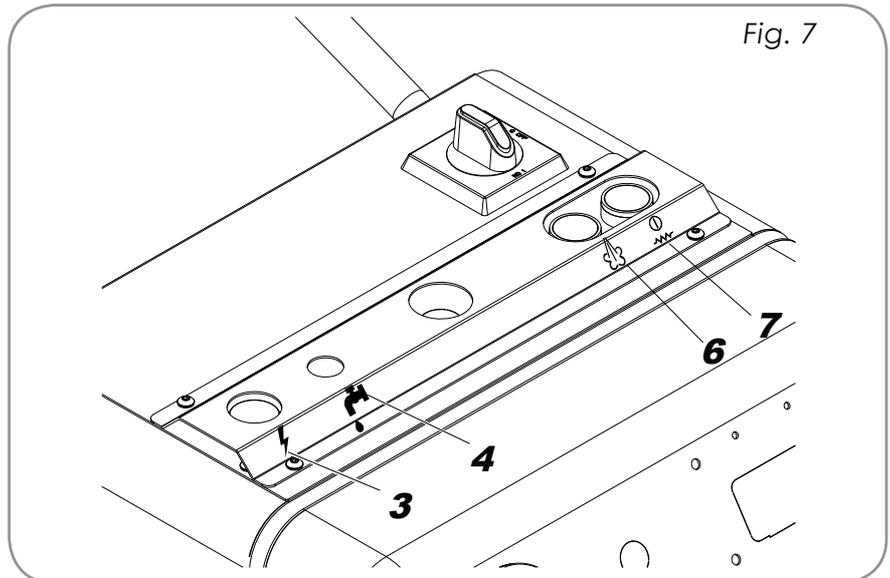
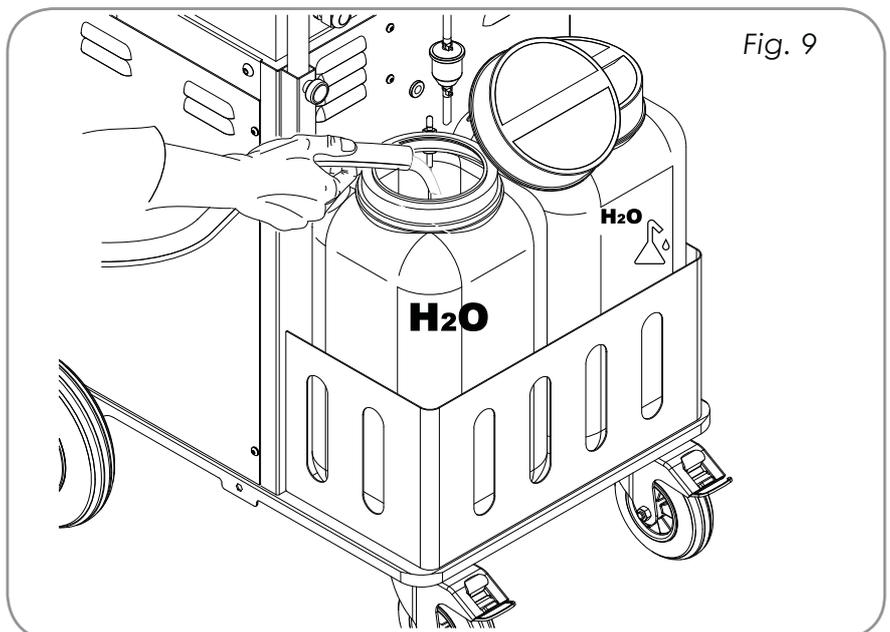

Fig. 7
Fig. 9
La luz indicadora (3-fig.7) encendida en el panel de control indica que la alimentación de la máquina es correcta.
Utilice el interruptor 7 para activar la bomba y la calefacción (7-fig.7)
Llene el depósito con agua corriente como se indica en la Fig. 9. Una vez superado el nivel mínimo, se apaga la luz de fin de agua y la señal acústica (4-fig.7)
Durante la carga de agua en la caldera, la luz (4-fig.7) se enciende sin señal acústica.
- Con el depósito lleno y la caldera vacía, una vez alimentado el generador mediante los interruptores (ver apartado "PREPARACIÓN"), el sistema controla la bomba de carga de agua hasta alcanzar el nivel en la caldera. En esta fase la resistencia de calentamiento está desactivada, mientras la señal de luz (4-fig.7) permanece encendida sin la señal acústica que indica que el procedimiento de carga está en curso.
- Una vez finalizada la fase de carga, la bomba se apaga y, simultáneamente se habilita el calentamiento de la resistencia de la caldera y se apaga la señal de luz (4-fig.7)
- Siempre que la sonda de nivel de caldera detecta falta de agua, se realiza la fase de carga, durante la fase normal de restauración del nivel, la resistencia permanece habilitada a la calefacción y la señal de luz (4-fig.7) se enciende sin la señal acústica.
- Siempre que la sonda de nivel del depósito detecta falta de agua, el sistema bloquea inmediatamente las funciones de carga y la señal luminosa (4-fig.7) se enciende parpadeando junto con la señal acústica intermitente.